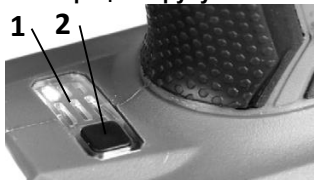

Рисунок 3
4.2.1 Щоб вибрати з 3-х рівнів швидкості потрібний – див. Таблиця 1, натисніть на курок перемикача (2, Рис.1), а потім щоразу натискайте кнопку перемикачання 3–х рівней швидкості та сили удару - (8, Рис.1) і (2, Рис.3).
Кожного разу, коли натискається кнопка регулювання швидкості (2, Рис.3), індикатор (1, Рис.3) світиться і постуково змищується.